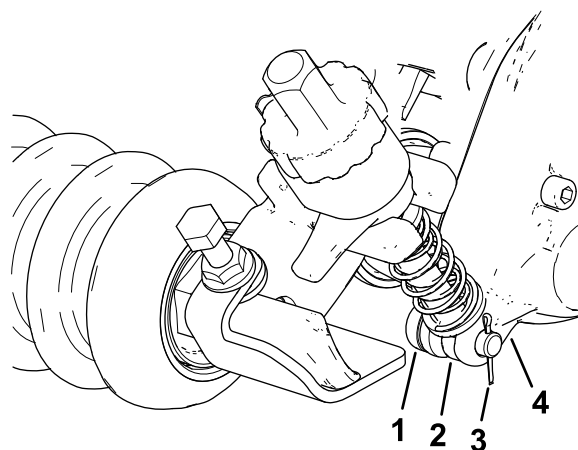

図 12
2. グルーマ駆動ボックス側で、アジャスタアームのロッドをグルーマ駆動ボックスの隙間に入れ、アジャスタピンとコッターピンで 図 12 のように固定する。